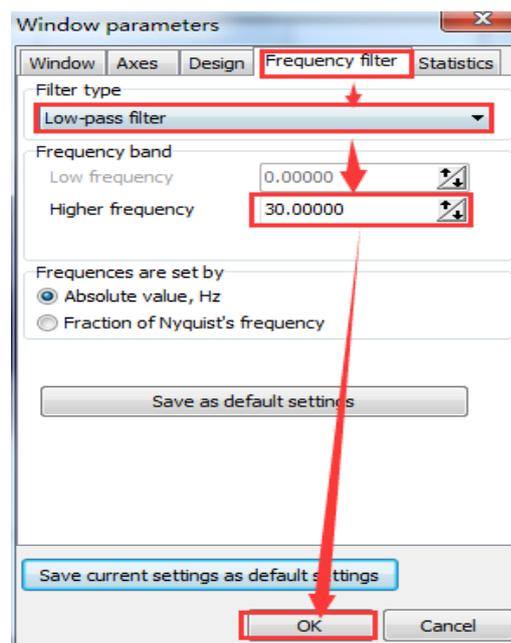

图 012-2 设置滤波器
2、在绘图窗口右键，选择 **Options**，选择 **Frequency filter**，进行滤波器设置。这里我们以低通滤波器为例：在 **Filter type** 下选择 **Low-pass filter**，在 **Frequency band** 设置 Higher frequency（截止频率）为 **30Hz**，点击 **OK**，如图 012-2；